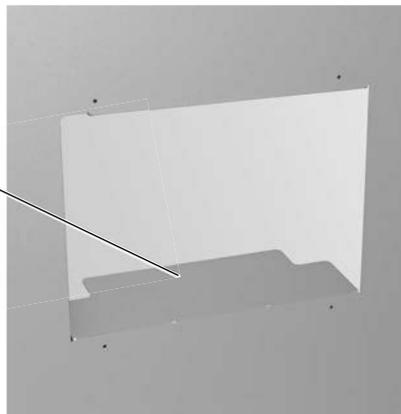

Fig. 45 Piegare le due linguette in corrispondenza dell'apertura per la pulizia verso l'interno
- Nella parete laterale destra piegare le due linguette in corrispondenza dell'apertura per la pulizia di circa 90° verso l'interno – Fig. 45.